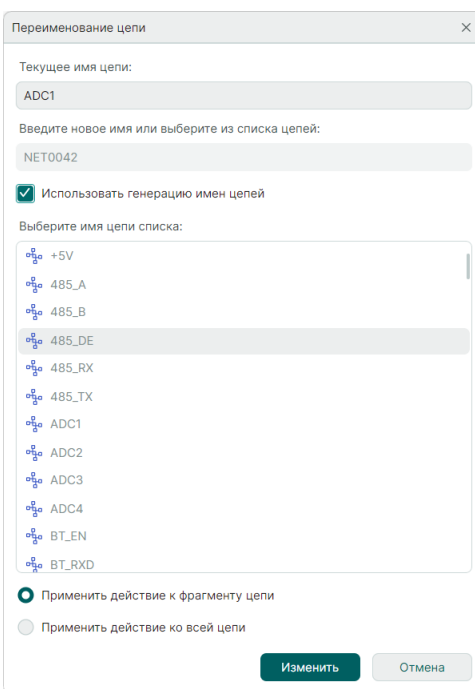

Рис. 111 Автогенерация имен
- Использовать автогенерацию имен цепей, поставив флаг «Использовать генерацию имен цепей», см. Рис. 111. При этом в поле «Введите новое имя или выберите из списка цепей:» система выведет будущее сгенерированное имя создаваемой цепи, а список имеющихся на схеме цепей будет недоступен для выбора.